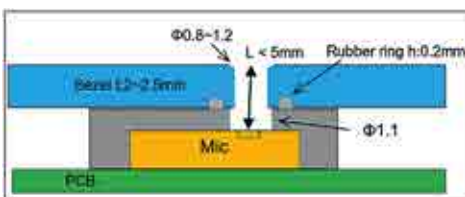

Bild 3: Design des Mikrofon-Gummihalters und der Blende
2. Mikrofon-Empfindlichkeit und -Frequenz: Die Mikrofone des Arrays sollten möglichst identische Frequenzgänge haben, die idealerweise nicht mehr als 1 dB voneinander abweichen. Dadurch lässt sich die Abweichung der Berechnung durch den DSP reduzieren. Die Gesamtlänge des Schalltunnels, also der Strecke, die der Schall zwischen Mikrofon und oberem Rand der Blende zurücklegt (Bild 3), sollte nicht länger sein als 5 mm und eine Resonanzfrequenz des Mikrofonkanals von 12 kHz nicht unterschreiten.
4. Abdichtung des Mikrofon-Gummihalters: Ein weiterer Aspekt, der die Soundqualität verfälschen kann, ist die Abdichtung des Mikrofon-Gummihalters. Um zu verhindern, dass der Schall des internen Lautsprechers eines Geräts durch einen Spalt in den Schalltunnel des Mikrofons (Bild 3) gelangt, müssen Gummihalter und Blende des Mikrofons nahtlos abgedichtet sein. Zudem sollte die Schalldämmung mindestens 20 dB SPL (Decibel Sound Pressure Level) betragen.